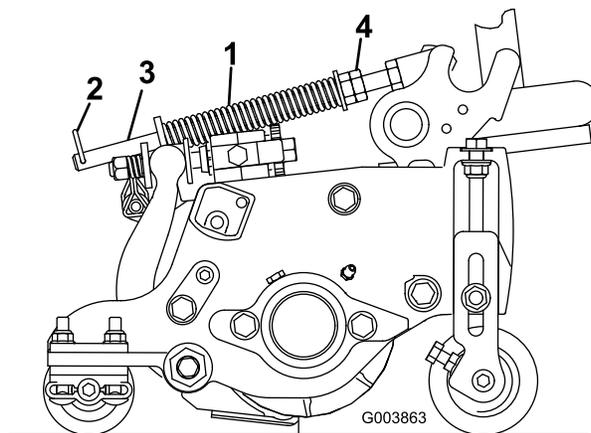

Figura 15
2. Serrate i dadi esagonali sulla parte anteriore dell'asta della molla fino a ridurre la lunghezza compressa della molla a 12,7 cm sugli elementi di taglio da 5 pollici dei Reelmaster 5210 e 5410, oppure a 15,9 cm sugli elementi da 7 pollici dei Reelmaster 5510 e 5610 (Figura 15).
La molla di compensazione del manto erboso (Figura 15) trasferisce il peso dal cilindro anteriore al cilindro posteriore, per contribuire a ridurre l'ondulazione del manto erboso, detta anche fluttuazione o bobbing.
1. Verificate che la coppiglia sia montata nel foro posteriore dell'asta della molla (Figura 15).